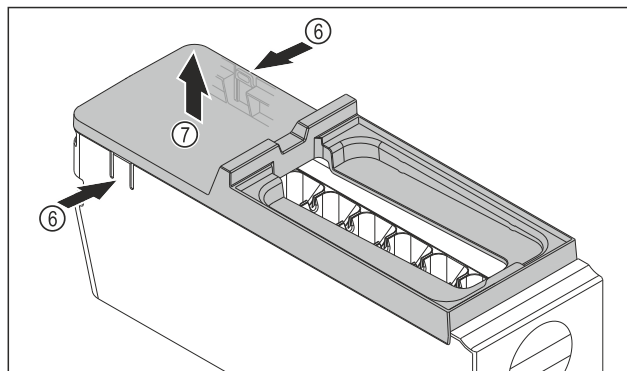

Fig. 87
- Rimuovere la copertura del corpo dell'EasyTwist-Ice: Con una mano, premere le linguette Fig. 87 (6) su entrambi i lati del corpo dell'EasyTwist-Ice.
- Con l'altra mano, estrarre verso l'alto la copertura Fig. 87 (7).